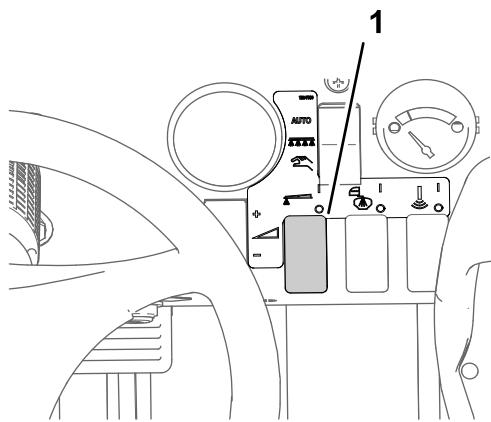

図 35
8. 散布率スイッチで所望の散布水圧にセットする。水圧は本体に付属の資料、ノズル選定ガイドを参照。 図 35